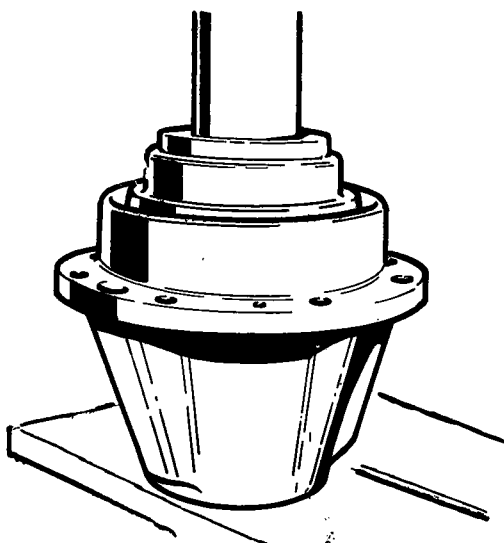

Fig. 4
- Pers de cups van de rollagers (7 en 13) in het pignonhuis (9) (fig. 4 en 5).